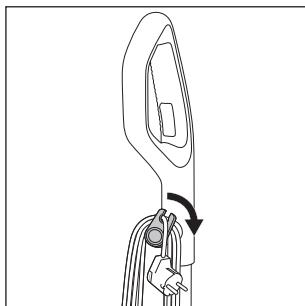

Abb. 16
- ◆ Wickeln Sie das Netzkabel ⑯ vollständig von den Kabelhaltern oben und unten ⑯/⑳ ab. Um das Netzkabel ⑯ schnell von den Kabelhaltern ⑯/⑳ abzuwickeln, ziehen Sie den oberen Kabelhalter ⑯ etwas heraus und drehen Sie diesen nach unten (siehe Abb. 16).